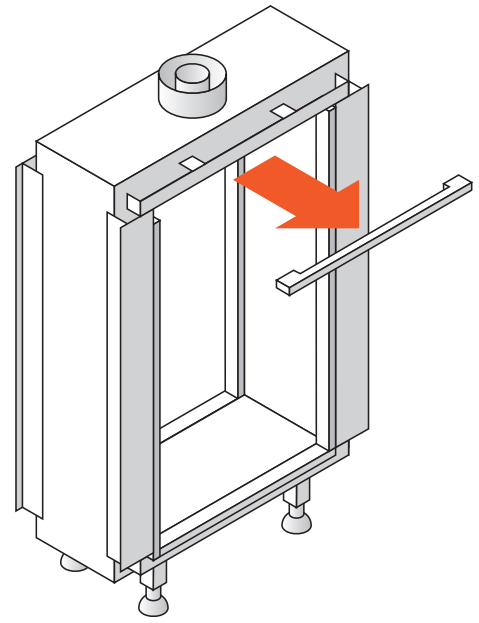

Abb. 10.5 Demontage die oberen Verkleidung
- Nehmen Sie die untere Verkleidung ab (Abbildung 10.5).